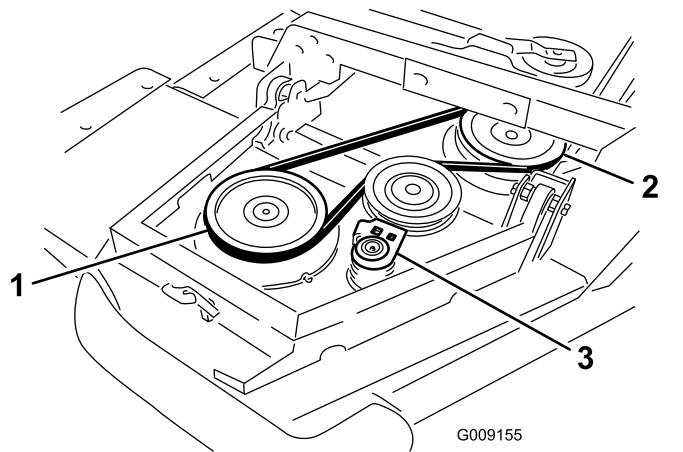

Figura 5
- Comece a passar a correia em torno da polia do eixo da lateral e da polia do eixo da plataforma frontal (Figura 5).
- Utilizando uma chave de roquete ou ferramenta semelhante, afaste a polia intermédia das polias (Figura 5).